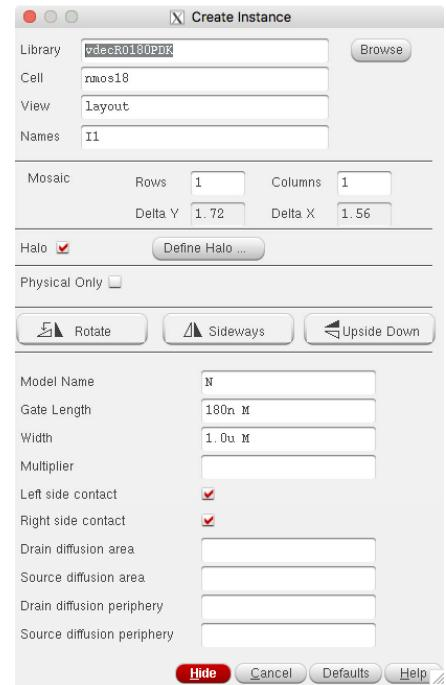

図 11: NMOS Pcell の呼び出し
3. まずは必要なトランジスタを呼び出す。先に作成した 2 入力 NAND 回路では 2 つの NMOS トランジスタ、2 つの PMOS トランジスタを使用している。まず画面上で  $i$  キー（Create / Instance）で Create Instance ウィンドウを呼び出し、右上の Browse ボタンをクリックして、Library: vdecRO180PDK、Cell: nmos18（1.8V コア用 NMOS トランジスタ）、View: layout と選択する。図 11 に示すように、Model Name、Gate Length、Width にデフォルトの値が入る。